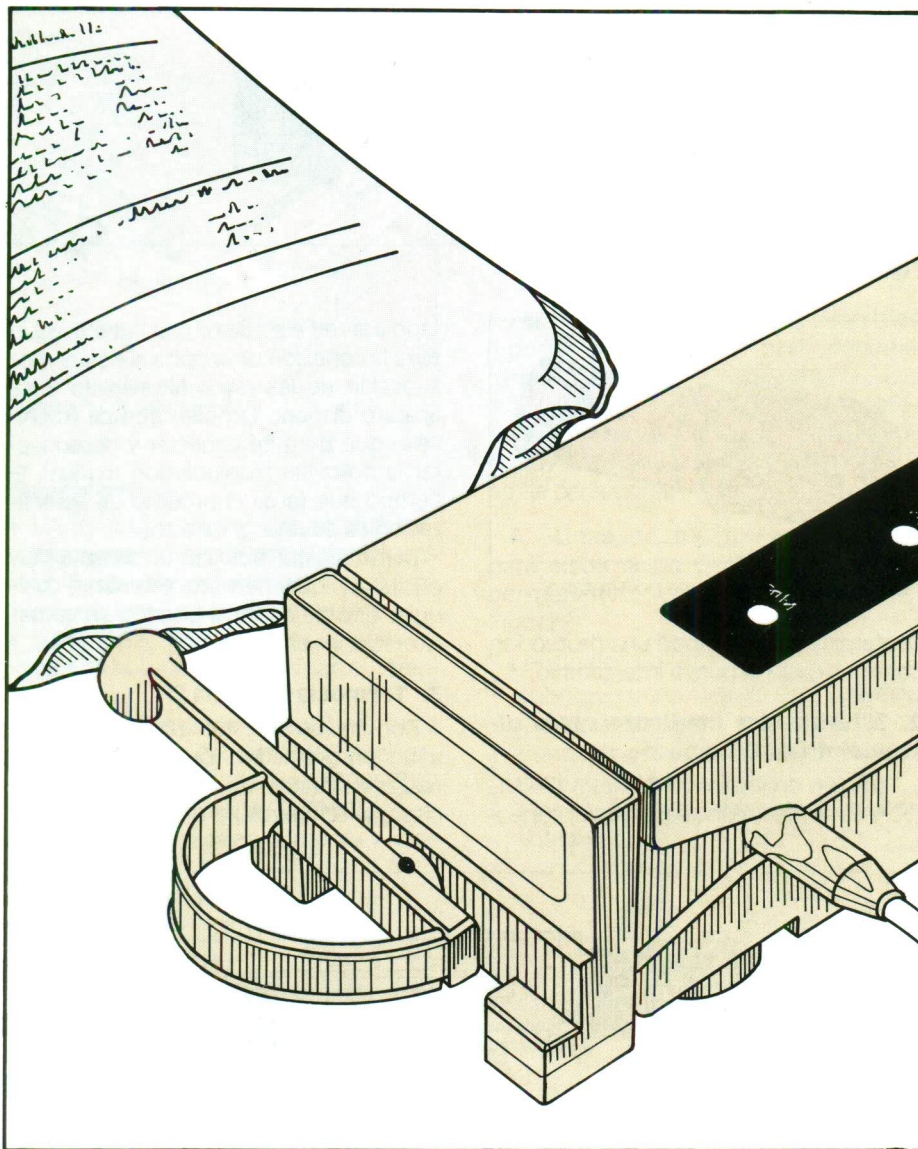

Figura 8. Esterilizador por rayos ultravioleta.
2. Esterilizador mediante rayos ultravioleta (UV) (figura 8)